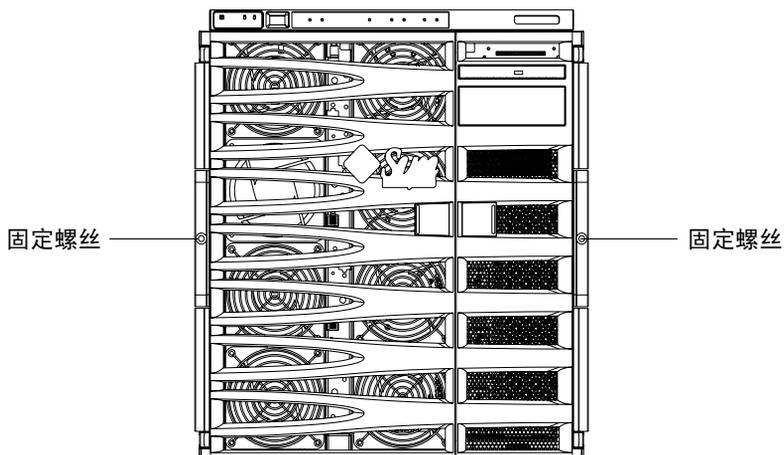

图 1-14 拧紧固定螺丝
12. 拧紧服务器前部的两颗固定螺丝，将服务器固定在机箱中（图 1-14）。